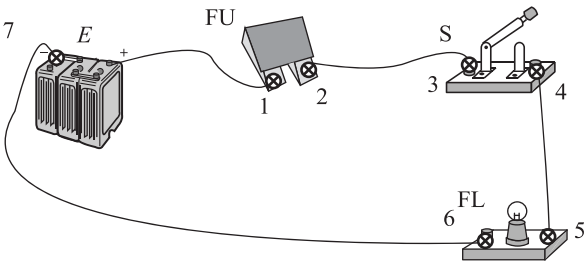

图 1-8 电位测量点实物连接图
(1) 测量要求：在开关 S 打开状态下，对实物连接进行电位、电流测量，并对测试数据进行简单分析。
(2) 电位测量：测量方法是把数字万用表选择在直流电压挡“20V”，黑表笔（负极）接于蓄电池负极（7 点），红表笔（正极）接触于需要测量电位的测量点，万用表显示的电压就是测量点的电位。电位测量点如图 1-8 所示。